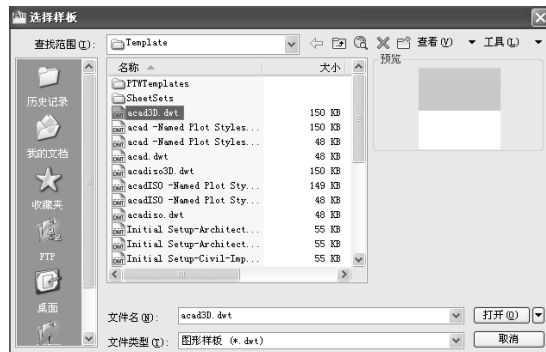

图 1-12 “选择样板”对话框
(1) 在“标准”工具栏上单击“新建”按钮，弹出“选择样板”对话框，如图 1-12 所示。
(2) 在“文件类型”下拉列表框中选择“图形样板 (*.dwt)”类型，在“搜索”下拉列表框中找到图形样板文件所在的目录，然后选择所要的样板文件。
(3) 单击该对话框中的“打开”按钮，即可使用所选择的样板文件进行绘图。